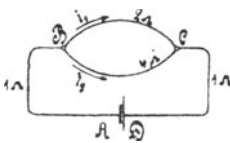

Fig. 12.
77. Ein Element, dessen elektromotorische Kraft 1,8 [1,43] (1,5) V und dessen innerer Widerstand  $\frac{1}{6}$  [0,5] (0,06)  $\Omega$  beträgt, wird geschlossen durch zwei Drähte AB und CD (Fig. 12) von je 1 [0,8] (1,5)  $\Omega$  Widerstand und den beiden zwischen B und C liegenden Drähten von 2 [1,5] (3)  $\Omega$  und 4 [3,5] (2)  $\Omega$  Widerstand. Gesucht: